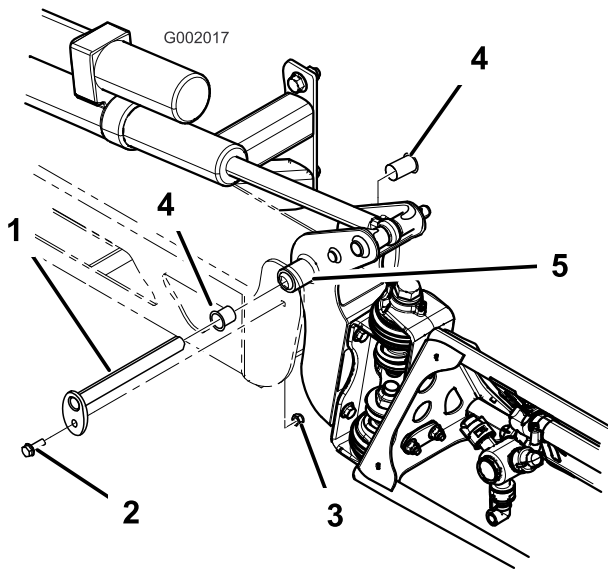

Figura 73
3. Quando il peso della barra è supportato, togliete il bullone e il dado che fissano il perno di articolazione nel gruppo barra (Figura 73). Togliete il perno di articolazione.
5. Togliete le boccole di nylon dal lato frontale e posteriore della staffa orientabile e controllatele (Figura 73). Sostituite le boccole avariate.
7. Montate la barra e la staffa orientabile nel telaio centrale, allineando i fori (Figura 73).